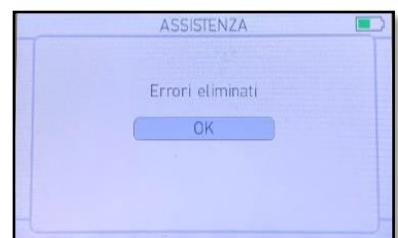

Fig. 51. *Errori cancellati*
2. Premere . Viene visualizzato il messaggio Errori cancellati (vedi fig. 51). Gli errori sono stati cancellati.